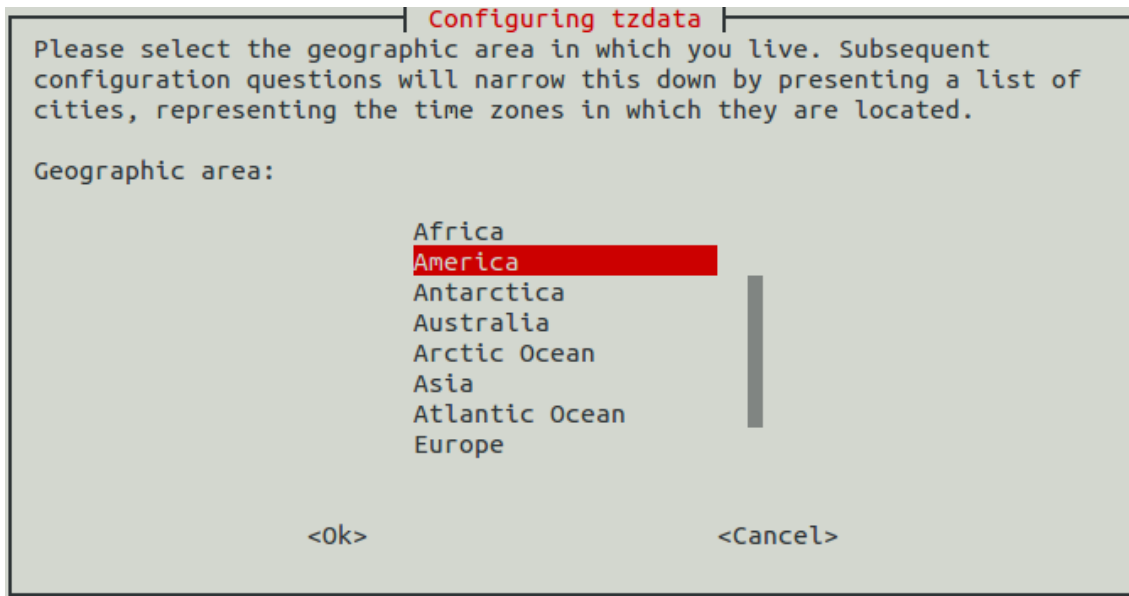

Figura 18.19: Tela do RaspiConfig
3. Selecione América(Figura 18.19):